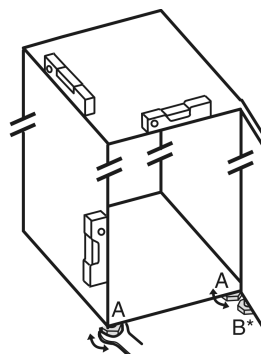

Fig. 8
- ▶ Nóżki Fig. 8 (A) wykręcić przy pomocy dołączonego klucza płaskiego oraz wyrównać przy pomocy poziomic, aż urządzenie będzie ustawione stabilnie i równo.
- ▶ Nóżkę Fig. 8 (B) wykręcić z dolnej płytki zawiasu przy pomocy dołączonego klucza płaskiego, aż będzie przylegać do podłoża.
- ▶ Nóżkę Fig. 8 (B) obrócić o 90°.